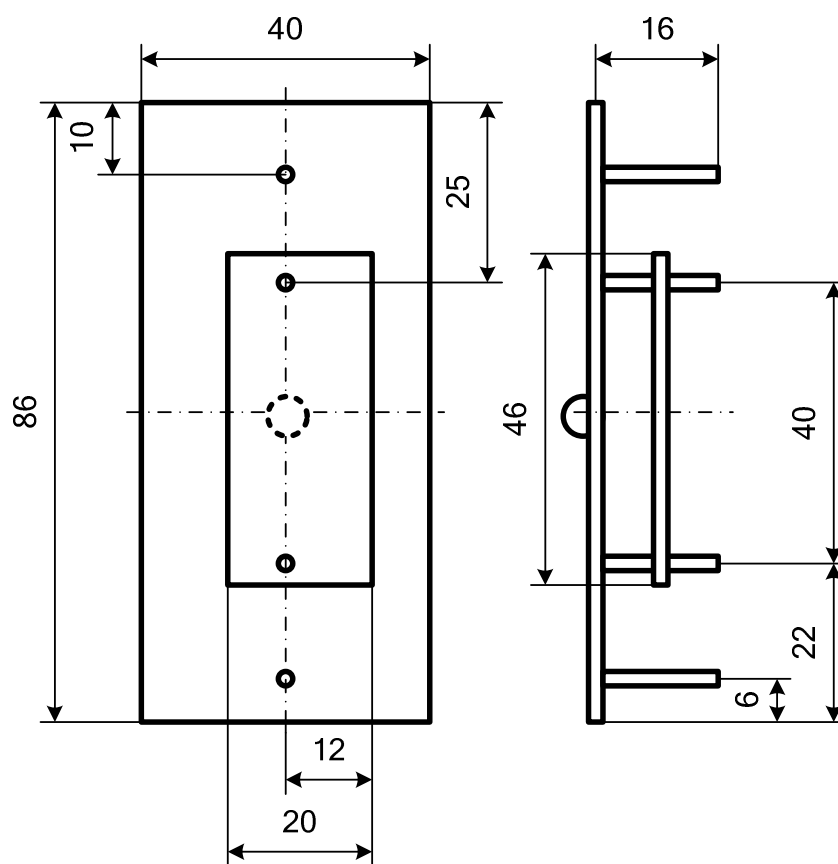

Рисунок 5.3
5.3.1 КОД представляет собой металлическую пластину с двумя сквозными отверстиями и четырьмя штырями с резьбой. На два штыря установлена плата с кнопкой. Два других штыря предназначены для фиксации КОД на неподвижной створке двери (см. рисунок 5.3).